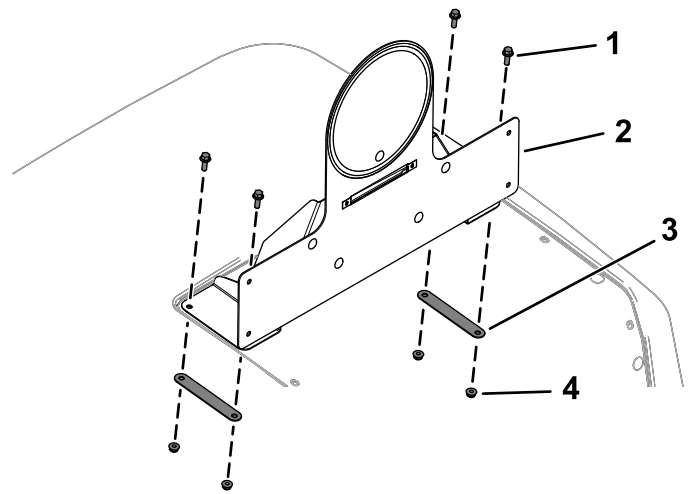

Bild 33
12. Befestigen Sie die Halterung der Geschwindigkeitsplatte mit vier Bundkopfschrauben ($\frac{1}{4}$ " x $\frac{3}{4}$ "), zwei rückwärtigen Halterung und vier Sicherungsmuttern ($\frac{1}{4}$ ") an der Haube, wie in Bild 33 dargestellt.